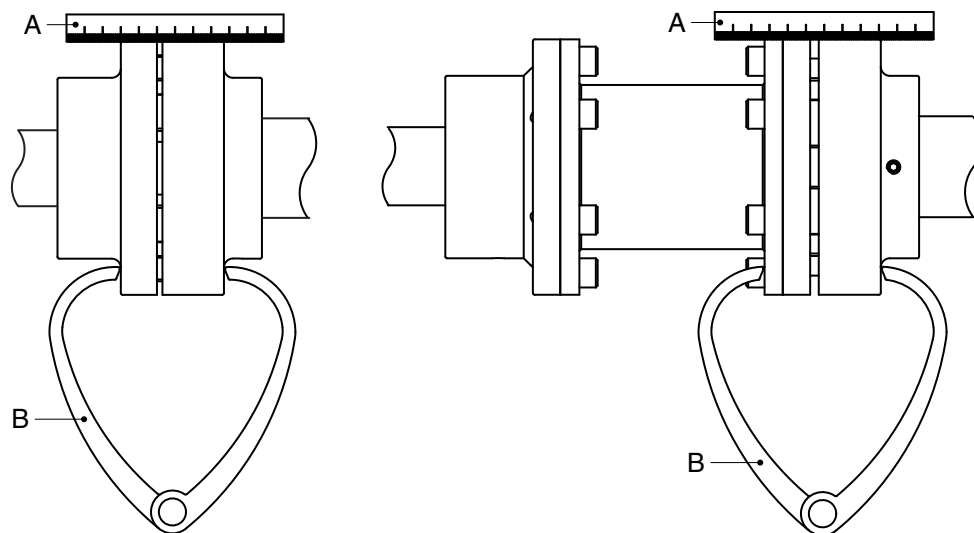

Bild 4: Rikta kopplingen efter en linjal och en krumcirkel.
- 1 Lägga en linjal (A) på kopplingen. Placera eller ta bort så många kopparmellanlägg som behövs för att få elmotorn i rätt höjd, så att den raka kanten nuddar vid båda kopplingshalvornas hela längd (se bild 4).
- 3 Kontrollera inriktningen igen med hjälp av en krumcirkel (B) placerad i två diametriskt motsatta punkter på kopplinghalvornas sidor (se bild 4).